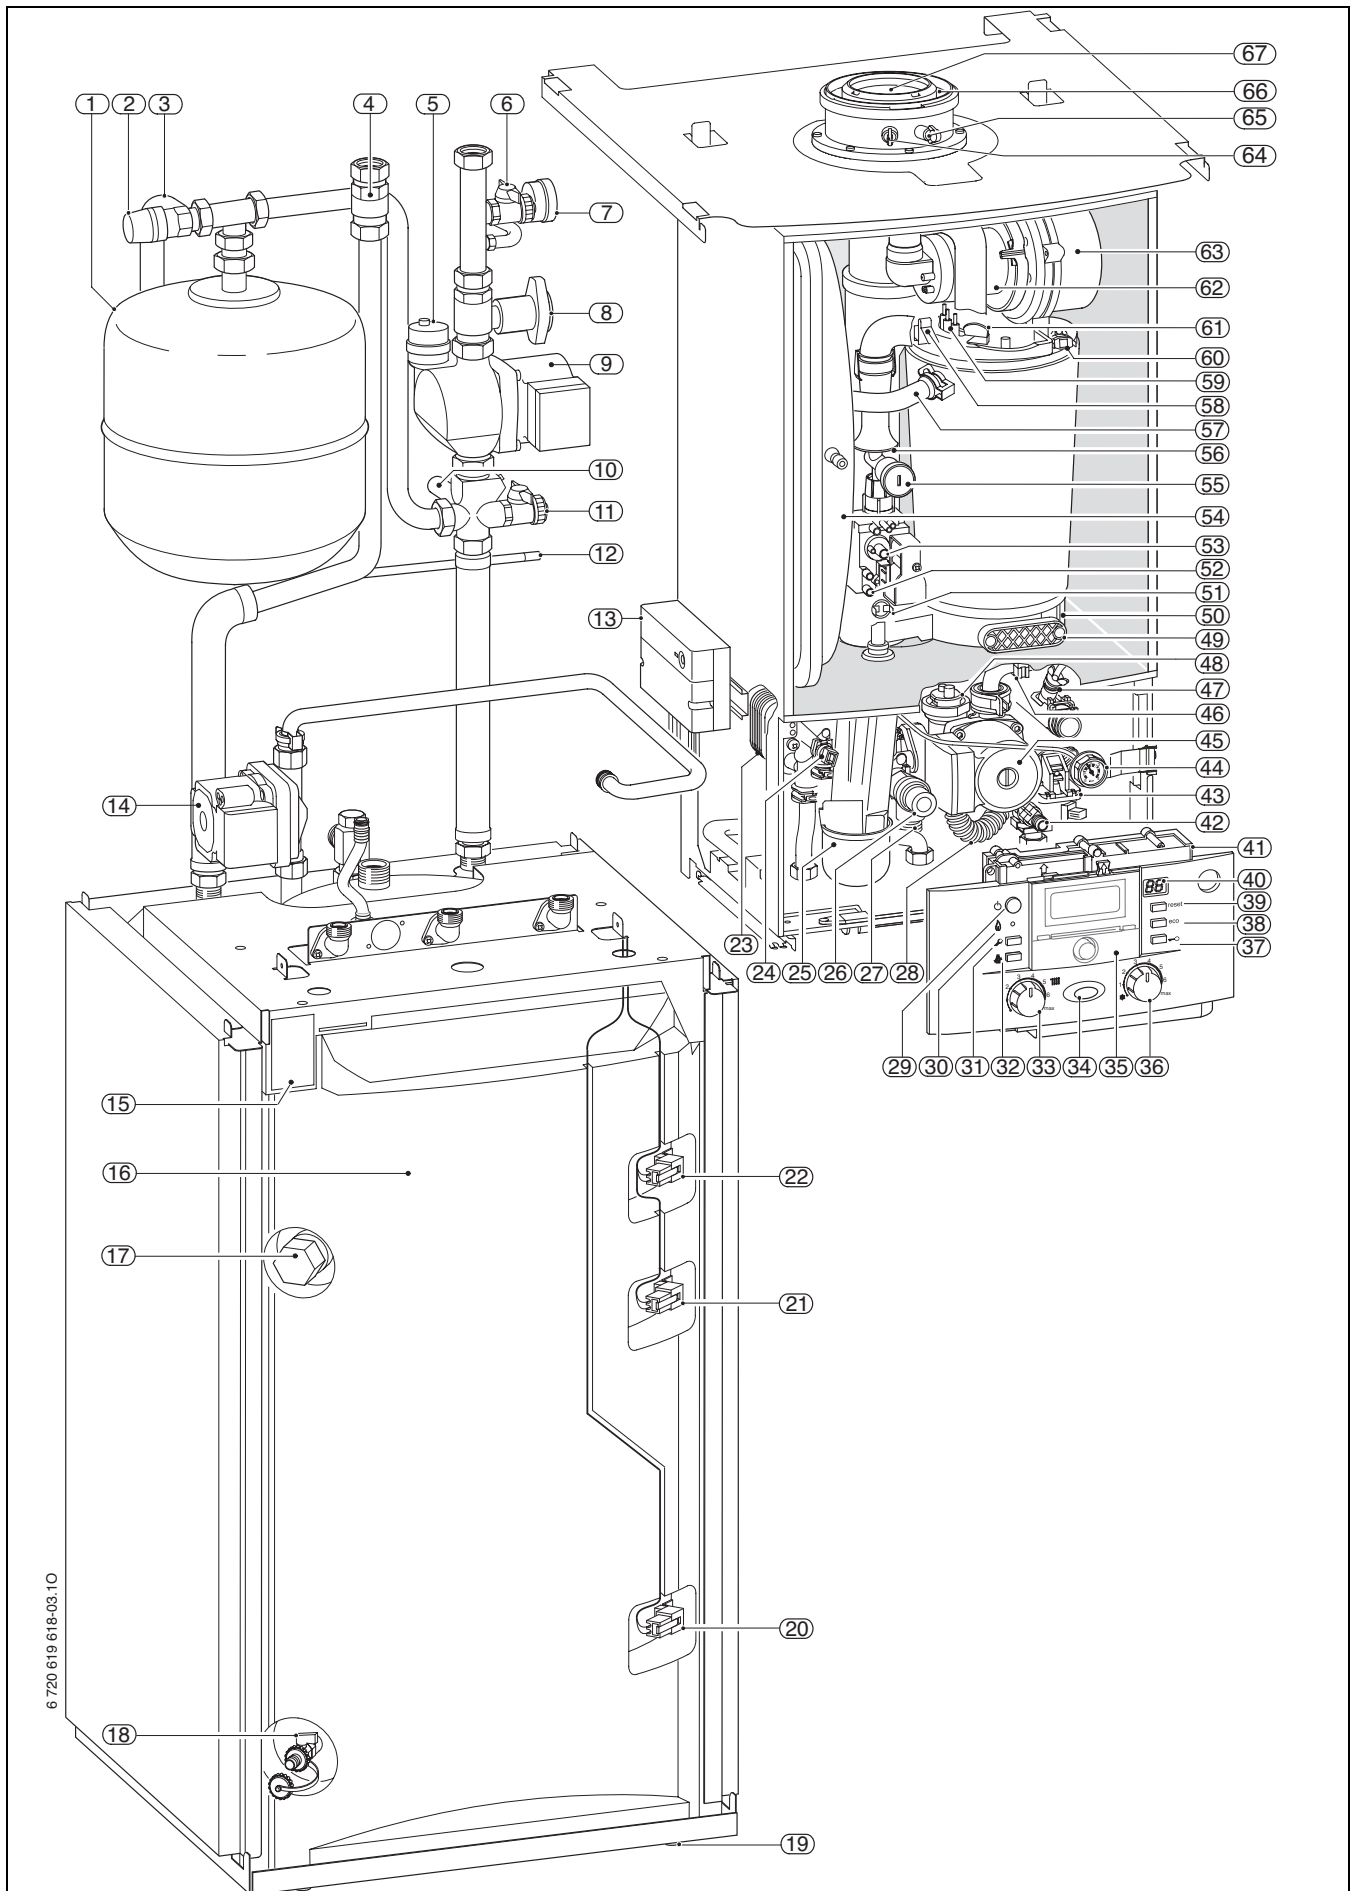

Bild 3
Das Typschild befindet sich innen links oben am Speicher (→ Bild 3, [15], Seite 8). Dort finden Sie Angaben zu Geräteleistung, Zulassungsdaten und die Seriennummer.
**Legende zu Bild 3:**